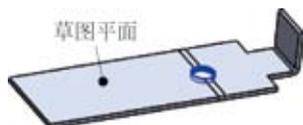

图 5.113 切除 - 拉伸 1
**步骤 2** 创建如图 5.113 所示的切除 - 拉伸 1。单击  功能选项卡中的  按钮, 在系统提示下选取如图 5.113 所示的模型表面作为草图平面, 绘制如图 5.114 所示的截面草图。在“切除 - 拉伸”对话框  区域中选中 与厚度相等  与 正交切除 。单击  按钮, 完成切除 - 拉伸 1 的创建。